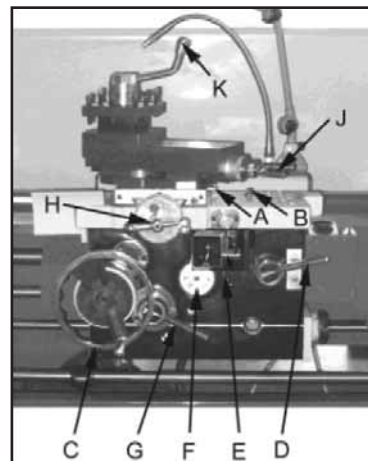

Fig. 13
**6. Tvärslidslås:** (A, fig. 13) Spaken sitter på tvärslidens vänstra sida. Vrid medurs för att låsa och moturs för att låsa upp.
**7. Slädlås:** (B, Fig. 13) Spären sitter upptill till höger på släden. Vrid medurs för att låsa. Vrid moturs för att låsa upp. (Observera: Slädlåset måste vara öppet när släden flyttas, annars kan svarven gå sönder.)
**8. Ratt för längdrörelse:** (C, fig. 13) Sitter på förklädet. Vrid ratten medurs för att flytta förklädet mot dubbdockan (åt höger). Vrid ratten moturs för att flytta förklädet mot spindeldockan (åt vänster).
**9. Längd-/tvärmatningsspåk:** (E, fig. 13) Kan ställas i tre lägen: övre, mitre och nedre läget. Tryck spaken uppåt för tvärmatningen. Tryck spaken nedåt för längdmatningen. När spaken står i mittläget, kan skruven säkras med halvmuttern.
**10. Halvmuttersspåk:** (D, fig. 13) sitter fram på förklädet. Används vid gängskärning.
**11. Matarkuggsspåk:** (G, fig. 13) Sitter fram på förklädet. Dra spaken uppåt för att kugga in. Dra spaken nedåt för att kugga ur.
**12. Justerbar matarspåk:** (F, Fig. 13) Om maskinen är överlastad kan den slira. Då måste skärhastigheten minska. Observera: Denna inställning har kalibrerats på fabrik och ska inte behöva ändras. Om inställningen trots detta behöver justeras, följ schemat på förklädets framsida.
**13. Ratt för tvärrörelse:** (H, fig. 13) Sitter ovanför förklädet. Om den vrids medurs flyttas tvärsriden bakåt på maskinen.
**14. Längdreglage för support:** (J, fig. 13) Sitter bak på supporten. Vrid medurs eller moturs för att flytta eller fixera reglaget.
**15. Stålhållarlås:** (K, fig. 13) Sitter upptill på stålhållaren. Vrid moturs för att öppna låset och medurs för att låsa det.